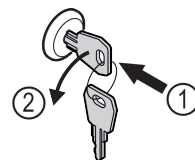

Fig. 206
- Paina avain lukkoon. Fig. 206 (1)
- Kierrä avainta 90° vastapäivään. Fig. 206 (2)